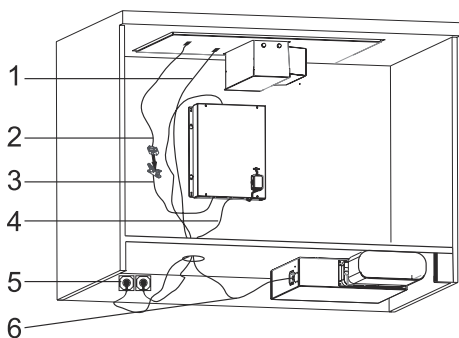

Fig. 21: Kabelanslutningar
11. Strömkabel för spishällen (Fig. 21/1). Anslut till ström (Fig. 21).
Datakabel från spishällen (Fig. 21/2) och datakabel från styrbox (Fig. 21/3) är ansluts till varandra (Fig. 21). Multikontakten från styrboxen (Fig. 21/4) ansluts till multiingången på sidan av motorn (Fig. 21/5) (Fig. 21). Strömkabeln från styrboxen ansluts till ström (Fig. 21/6).